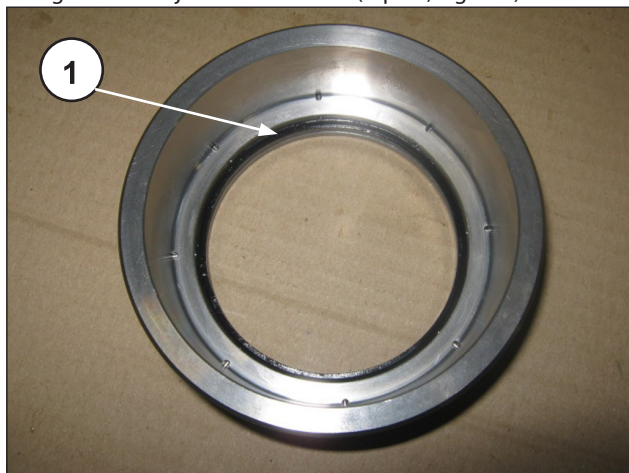

Fig. 249
S'assurer du positionnement correct du joint torique énergisant sur le joint d'étanchéité (rep. ①, Fig. 249).